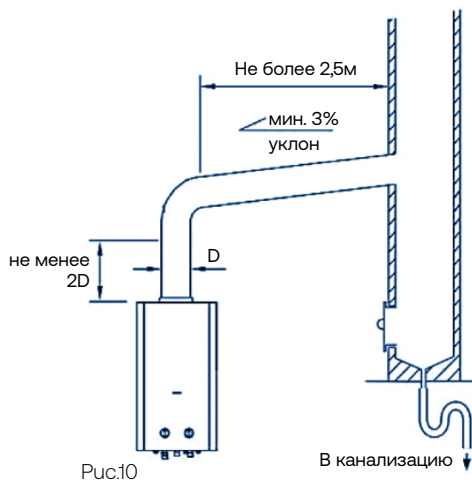

Рис.10
- При работе водонагревателя с мощностью менее номинальной возможны выпадения конденсата внутри дымохода. Поэтому рекомендуется подключать водонагреватель к дымоходу, выполненному из влагостойкого материала, способного без вредных последствий выдерживать воздействие образующегося конденсата. Желательно также предусмотреть слив образующегося конденсата из нижней части дымовой трубы в канализацию. (см. рис.10);
- Длина присоединительного участка должна по возможности быть как можно более короткой, с горизонтальным участком не более 2,5 м (см. рис.10);
- На выходе из водонагревателя присоединительный участок перед поворотом должен иметь вертикальный отрезок длиной не менее двух диаметров патрубка подключения дымохода (см. рис.10);
- После вертикального отрезка труба присоединительного участка должна иметь постоянный восходящий уклон не менее 3% в сторону водонагревателя (см. рис.10);